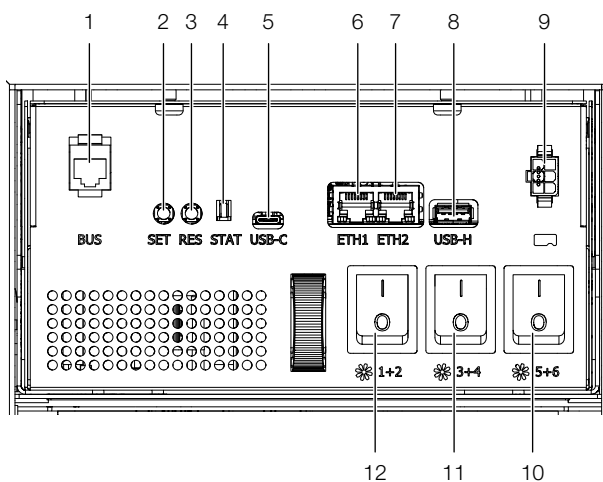

Abb. 99: Climate Controller
Um das Gerät in den Normalbetrieb (Regelbetrieb) zu schalten, betätigen Sie einmal kurz den SET-Taster (Abb. 99, Pos. 10).
Zur Überwachung weiterer physikalischer Parameter des Liquid Cooling Package können am Climate Controller zusätzlich bis zu 16 Standard-Sensoren angeschlossen werden. Dazu schließt man die Sensoren am ersten CAN-Bus-Anschluss an der Rückseite des Geräts (Abb. 99, Pos. 1) an und konfiguriert sie über die Web-Oberfläche.
1. Durch kurzes Drücken des SET-Tasters am Climate Controller (Abb. 99, Pos. 2). Dies bestätigt alle Alarmmeldungen gleichzeitig.